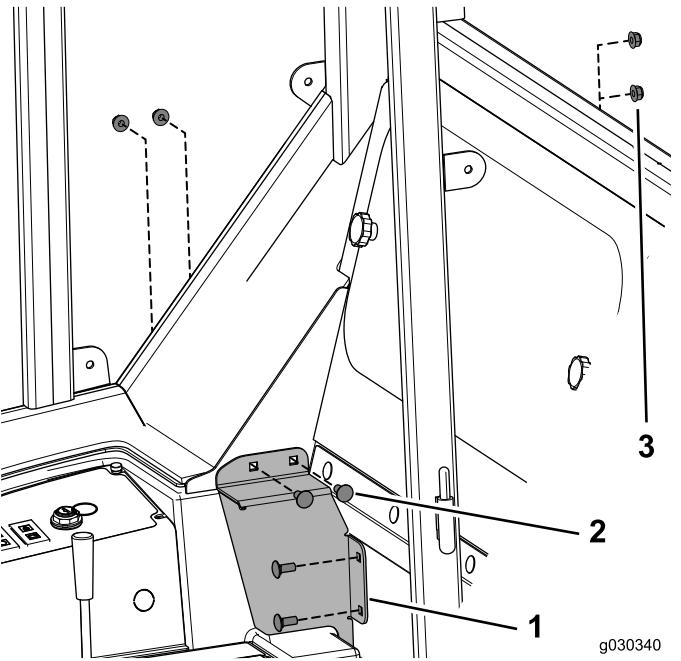

Figure 24
- Fixez légèrement le support droit du panneau à la cabine au moyen de 4 boulons de carrosserie (5/16 x 3/4 po) et 4 contre-écrous (Figure 24).